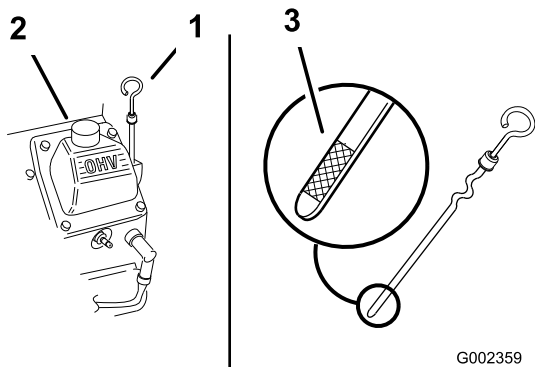

Figure 152
- Nettoyez la surface autour du bouchon de remplissage et de la jauge d'huile (Figure 152).